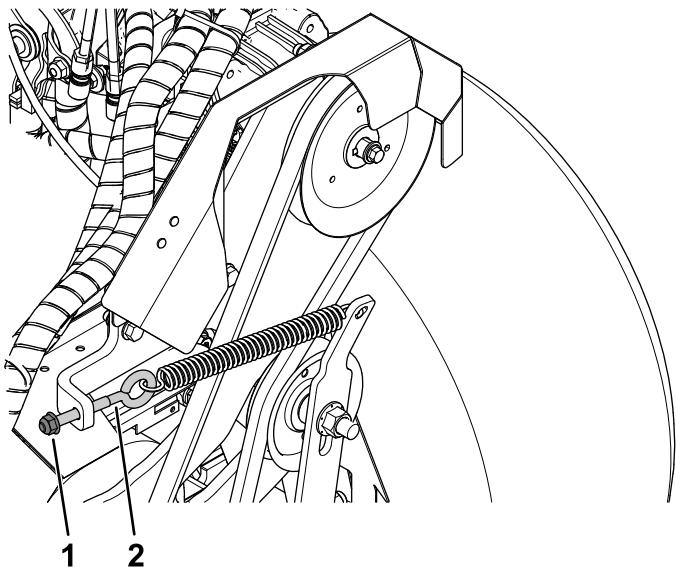

Figura 90
3. Sujutando el perno de anilla, afloje la contratuerca del perno de anilla para eliminar la tensión del muelle (Figura 90).